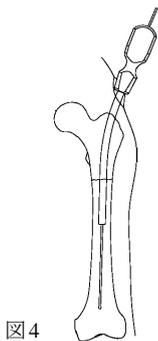

図4
- 4) 転子下骨折や骨幹部骨折などで近位骨片が内反位に引っ張られる場合、リダクションロッドを用いることにより整復位の維持を補助し、ロングガイドワイヤーの導入を容易にします。(図4)